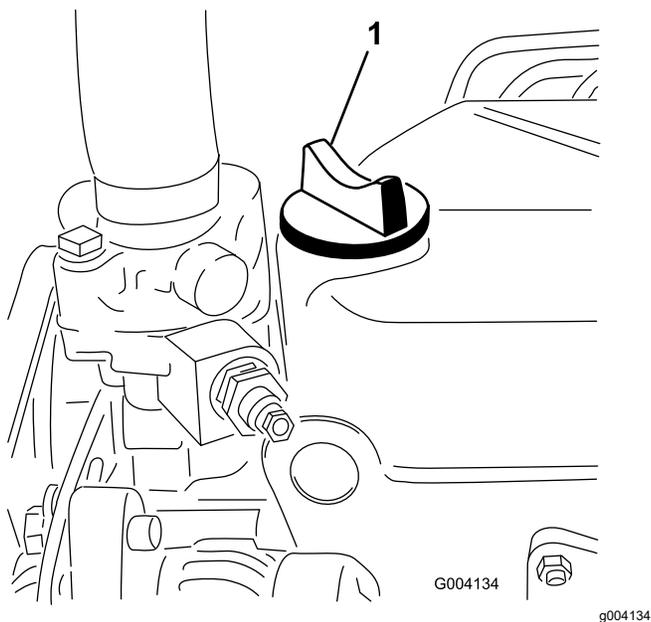

Figure 54
5. Si le niveau n'atteint pas le repère maximum, enlevez le bouchon de remplissage (Figure 54) et faites l'appoint jusqu'à ce que le niveau correct soit atteint. **Ne remplissez pas excessivement.**